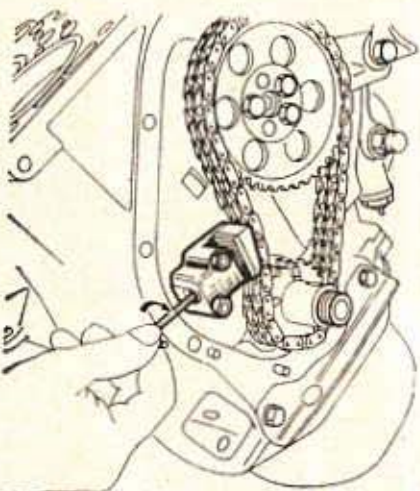

Fig. 15. — Désarmement du tendeur de chaîne
- Désarmer le tendeur (fig. 15).